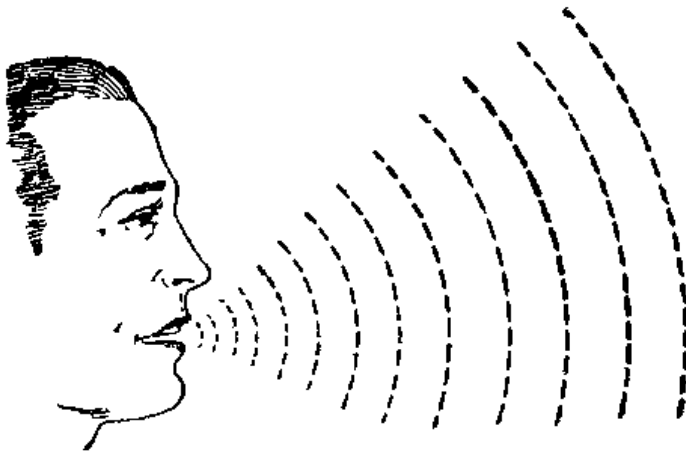

Рис. VI.1. При разговоре в воздухе возникают колебания. Их называют звуковыми.
**Звуковые волны.** При разговоре или, например, при колебаниях струны в воздухе распространяются звуковые волны (рис. VI.1). Эти колебания действуют на ухо человека, и мы слышим звук. Каждый звук имеет определенное число колебаний в секунду. Число колебаний в секунду называется частотой и измеряется в герцах (*гц*). Частоты колебаний, которые может слышать ухо человека, лежат в пределах от 20 до 20 000 *гц*. Так как эти частоты мы слышим, их называют звуковыми. Частота 15 000 *гц* — это колебания очень высокого тона, которые слышит далеко не всякий человек. Звуковую волну изображают так, как показано на рис. VI.2.